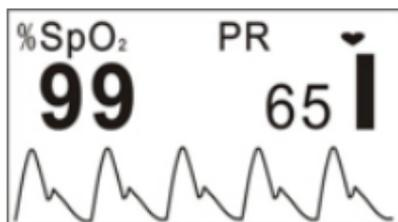
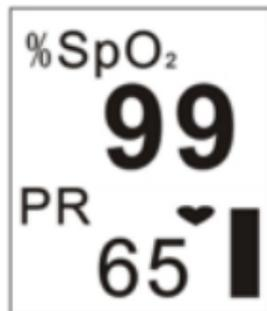
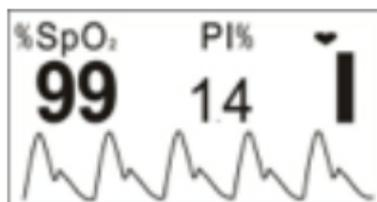
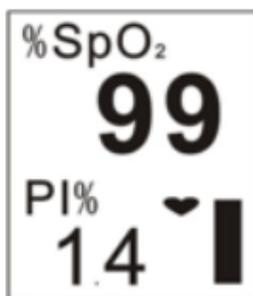

Figure 4
Figure 5
Figure 6
Figure 7
4. Puis entrez l'écran d'affichage des données (comme illustré à la Figure 4). L'utilisateur peut lire les valeurs et visualiser le signal à partir de l'écran d'affichage.
5. Lorsque l'affichage est identique à celui de la figure 4, appuyez sur la touche Affichage pour modifier l'écran d'affichage
- Appuyez une fois sur la touche Affichage, l'écran d'affichage (comme illustré à la figure 4) pivote de 180°.
- Appuyez deux fois sur la touche Affichage, l'écran d'affichage sera modifié comme indiqué à la figure 5.
- Appuyez trois fois sur la touche Affichage, l'écran d'affichage (comme illustré à la figure 5) pivote de 180°.
- Appuyez sur le bouton Affichage quatre fois, l'écran revient à l'écran, comme illustré à la figure 4.
- Appuyez sur la touche écran de manière circulaire, l'écran d'affichage bascule entre les deux écrans (voir figure 4 et figure 5) et les quatre directions sont affichées en alternance.
6. Appuyez longuement sur la touche d'affichage (environ 2 secondes), l'écran s'affiche comme illustré à la figure 6. Les différences entre les figures 6 et 4 sont les suivantes
- Sur la figure 4, la SpO₂ et la fréquence cardiaque sont surveillées et affichées à l'écran.
- Sur la figure 6, la SpO₂ et l'indice de perfusion sont surveillés et affichés à l'écran
7. Lorsque l'écran apparaît tel qu'illustré à la figure 6, appuyez sur le bouton Affichage de manière circulaire, l'écran d'affichage bascule entre les deux écrans (comme illustré aux figures 6 et 7) et les quatre directions sont affichées en alternance.
8. L'écran d'affichage (comme illustré à la figure 6 ou à la figure 7) réapparaîtra à l'écran, comme illustré à la figure 4 ou à la figure 5 si l'opération n'est pas effectuée dans les 10 secondes.